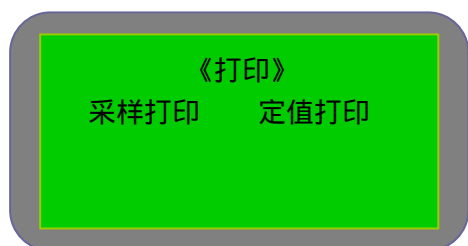

图 5-6-1
- 打印：在主菜单选择“打印”，进入图 5-6-1，选择相应的项进行打印。